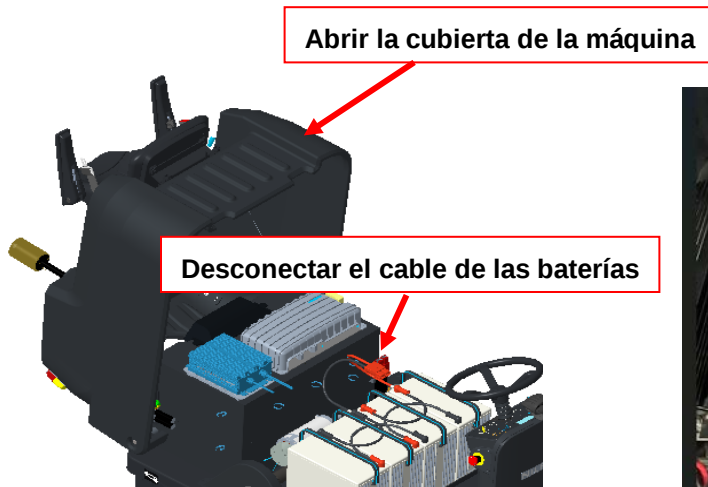

Figura 12
2. Abra la cubierta de la máquina y luego desconecte la alimentación de la batería (Figura 12).